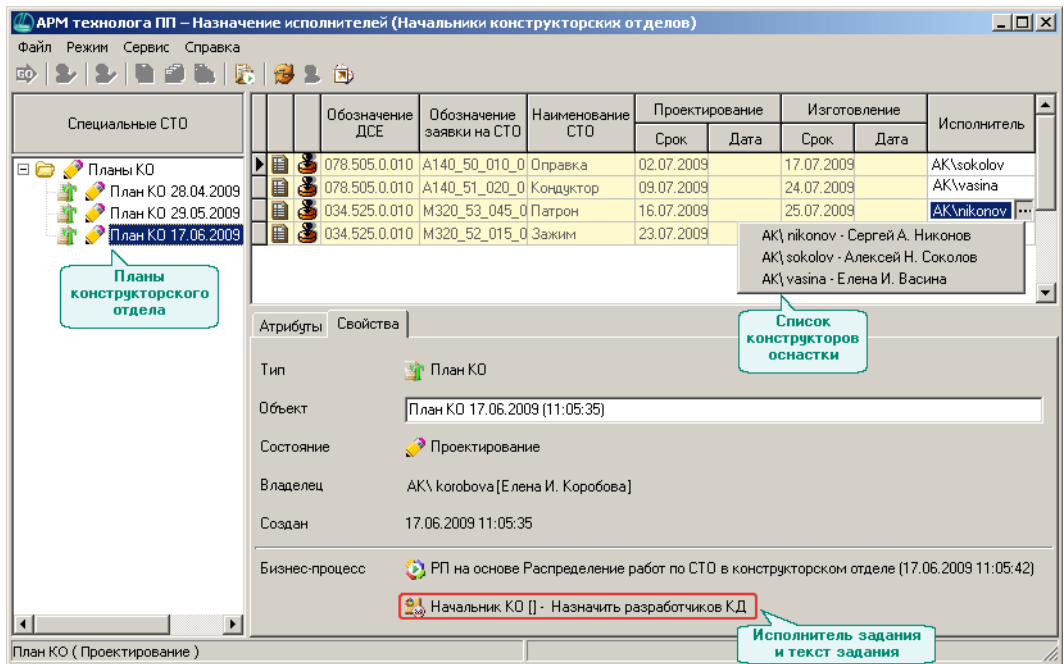

Рис. 1.19.
1. Запустите *АРМ технолога ПП* и вызовите со страницы главного меню **Режим** команду **Начальник КО – Назначение исполнителей**. В окне программы (рис. 1.19) вы увидите: